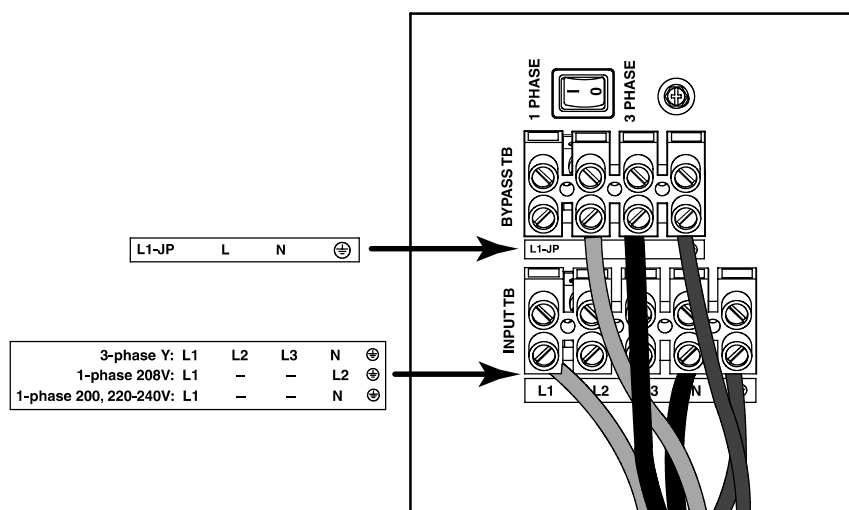

Рисунок 30. Двойной ввод (однофазный)
**Для однофазного варианта с двойным вводом** (см. рис. 30) удалите перемычку, соединяющую выводы L1-JP и L, таким образом, чтобы позже в ходе работы можно было подсоединить входную клеммную колодку байпаса.